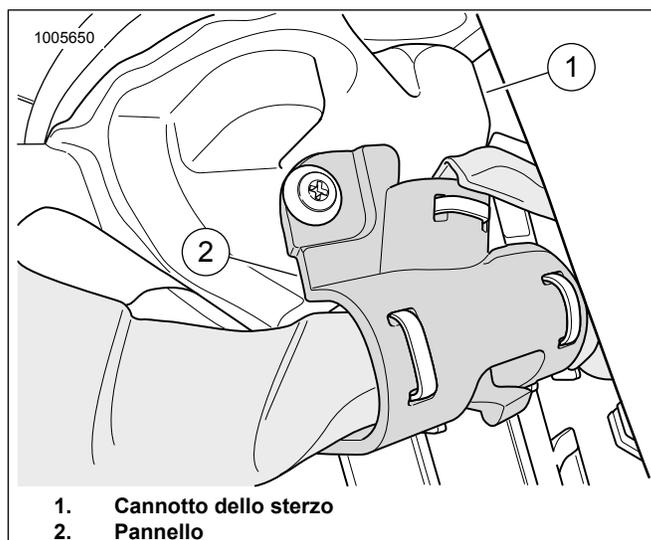

Figura 6. Canotto dello sterzo
10. Vedere la figura 6. Disporre l'estremità del cablaggio da 48 in fino al canotto dello sterzo (1). Usare il pannello (2) per fissare il cablaggio.